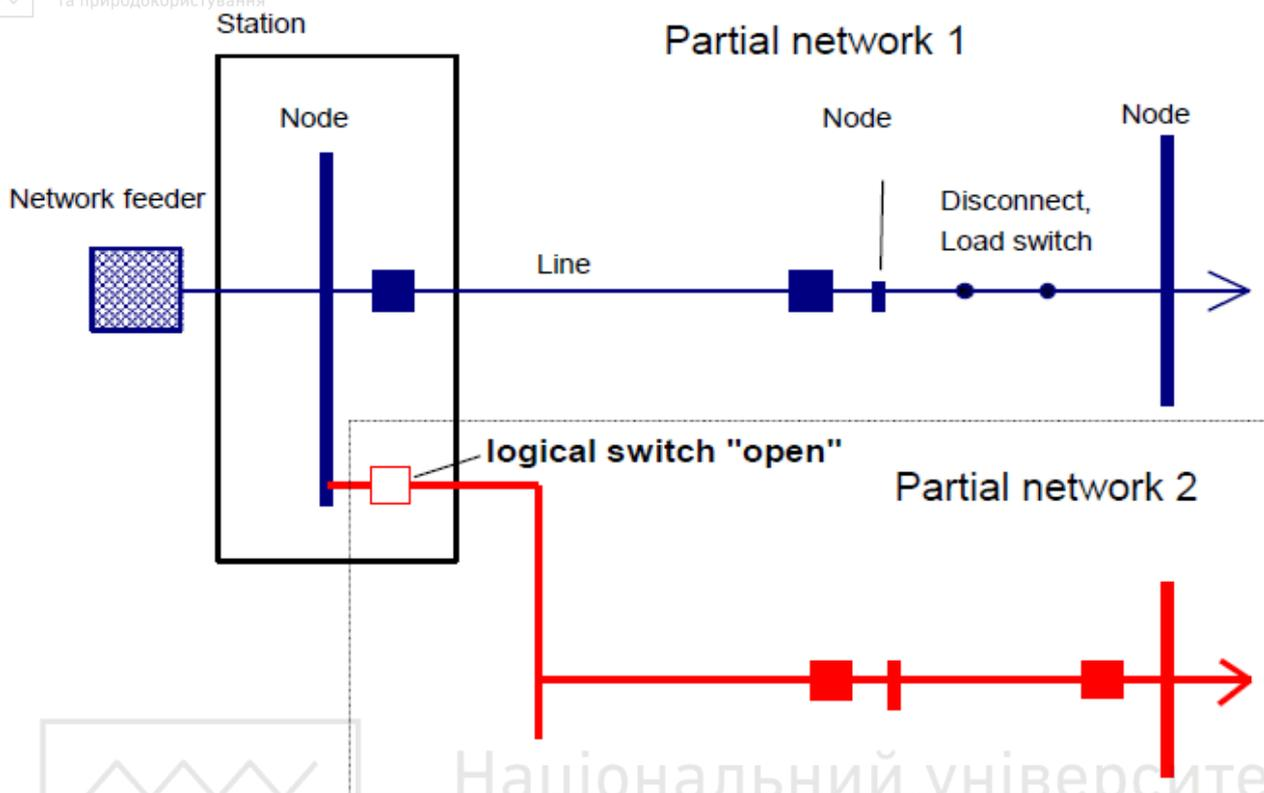

Рисунок 2.4 – Виконання кожної окремої мережі різним кольором
**Окрема мережа (*Partial Networks*).** На відміну від зон та районів, окрема мережа є самостійною мережею. Окрема мережа не має з'єднань ні з якими іншими мережами. Можна створити окрему мережу, відключаючи логічні або фізичні перемикачі. Є можливість виконання кожної окремої мережі різним кольором (рис. 2.4).